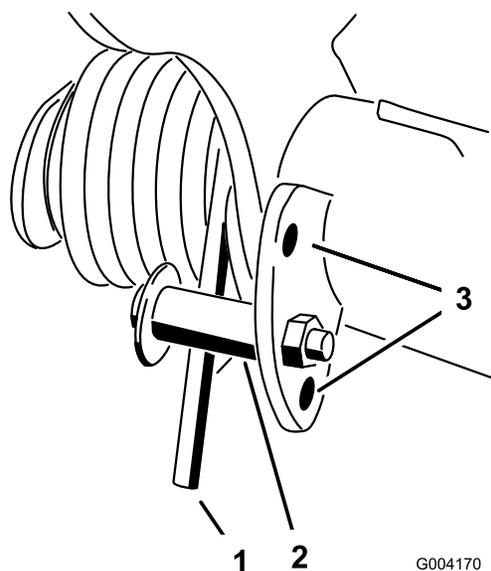

Figura 42
2. Coloque un tubo u otro objeto similar sobre el extremo largo del muelle para aliviar la tensión durante el ajuste (Figura 42).
3. Para aliviar la tensión del muelle, retire el perno y la contratuerca que sujetan el actuador del muelle al soporte (Figura 42).